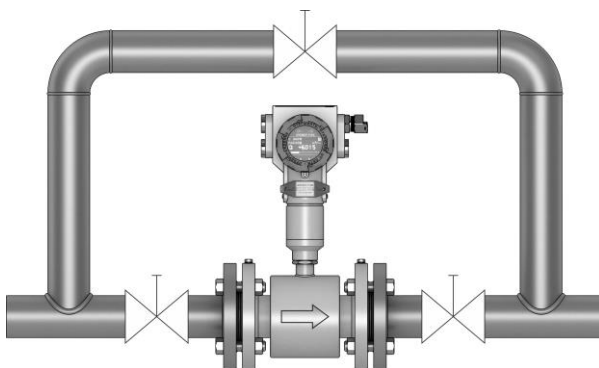

Рисунок 3.8 – Монтаж расходомера (в узел байпаса)
3.1.4.10 Монтаж расходомера в узел байпаса рекомендуется выполнять на основную магистраль (рисунок 3.8). При измерении расхода задвижки должны быть полностью открыты.